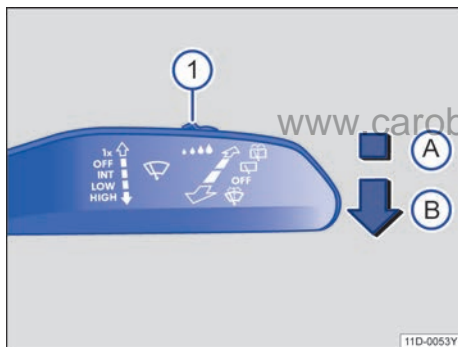

图 79 车窗玻璃刮水器操作杆：调节雨量传感器 ①
将操纵杆按压到所需位置→图 79：
雨量光线传感器的灵敏度可以通过车窗玻璃刮水器操纵杆中的开关→图 79①→第 75 页手动调节。